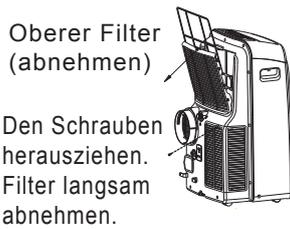

Abb.23
- Wenn der Wasserstand in der Bodenwanne ein bestimmtes Niveau erreicht, gibt das Gerät 8 "Beep"-Töne ab und im Display erscheint "P1". Der Klimatisierungs-/Entfeuchtungsprozess stoppt sofort. Der Lüftermotor läuft jedoch weiter (das ist normal). Bewegen Sie das Klimagerät zu einer Stelle, wo Sie den Ablaufstöpsel entfernen und das Wasser abfließen lassen können (Abb. 23). Schalten Sie das Gerät neu an und die Anzeige "P1" verschwindet. Wenn der Fehler weiter auftritt, kontaktieren Sie bitte den technischen Dienst.
Dieses Klimagerät verfügt über zwei Filter. Nehmen Sie den oberen Filter in Pfeilrichtung ab. Nehmen Sie den unteren Filter, indem Sie ihn losschrauben (Abb. 23).